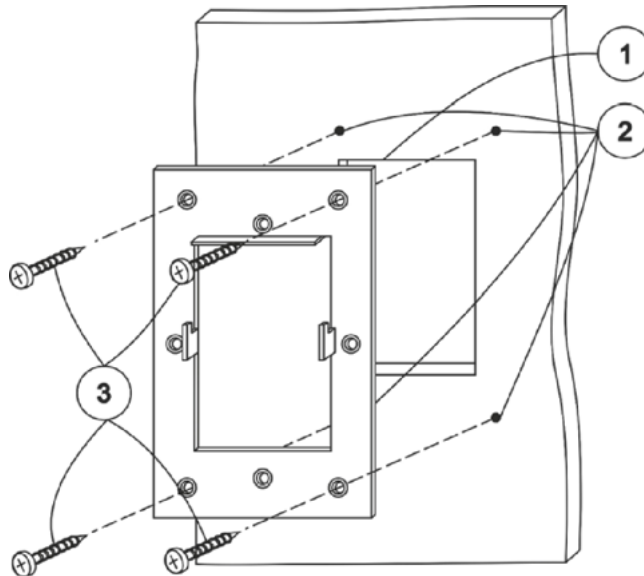

Рис.17
3. Закрепить монтажную металлическую рамку на поверхность саморезами согласно размеченной области. Выступы, находящиеся в центральной части рамки, фиксирующие панель управления на стене, должны быть ориентированы на себя, зубцами вверх (см. рис.17).
4. Просверлить отверстия для мест крепления панели сверлом диаметром 3,2-4мм (4 отверстия) (см. рис.17).
6. Винтами с резьбой М3 с обратной стороны через отверстия зафиксировать панель на поверхности (см. рис.17).